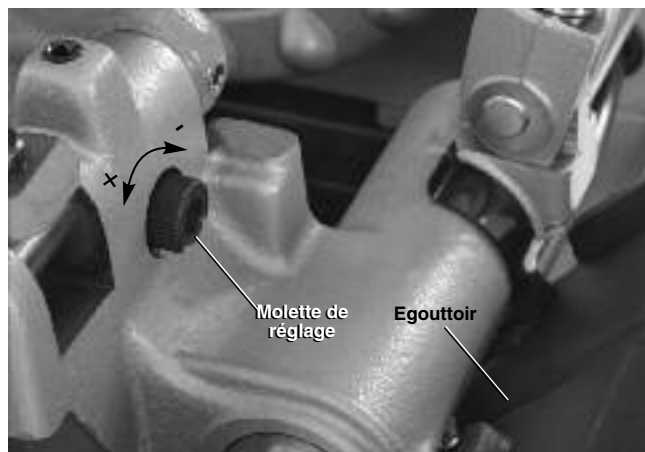

Figure 5 – Réglage du débit d'huile
11. Vérifiez le niveau d'huile de coupe RIDGID. Retirez le tiroir à copeaux et l'insert du carter d'huile pour vous assurer que le tamis d'huile est entièrement submergé. Reportez-vous au chapitre *Entretien du système de lubrification*. Si la machine est équipée d'un égouttoir, assurez-vous qu'il est positionné de manière à diriger l'huile qui retombe de la tête de filière vers le tiroir à copeaux (*Figure 5*).
- Rabattez la tête de filière, puis appuyez sur la pédale de commande et tenez-la appuyée le temps nécessaire pour évaluer le débit d'huile à travers la tête de filière avant de lever le pied. Le débit d'huile se règle à l'aide de la molette située sur le chariot (Figure 5). Tournez la molette en sens horaire pour diminuer le débit, et en sens antihoraire pour l'augmenter. Ne jamais modifier le débit d'huile en cours d'opération.